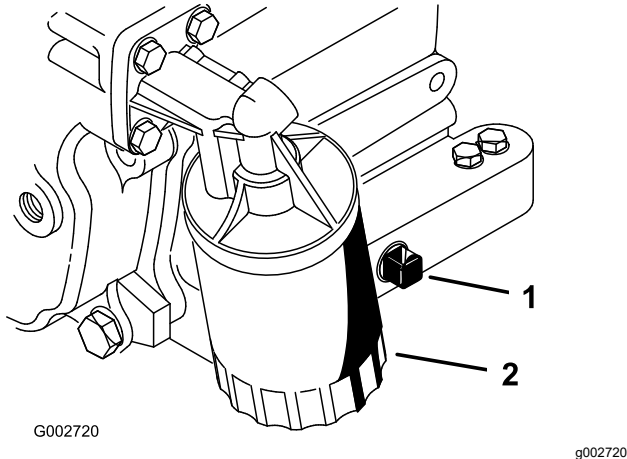

图 25
2. 拆下排油塞图 25 让油流入放油盘。油不再流时安装排油塞。
3. 拆下机油滤芯图 25。